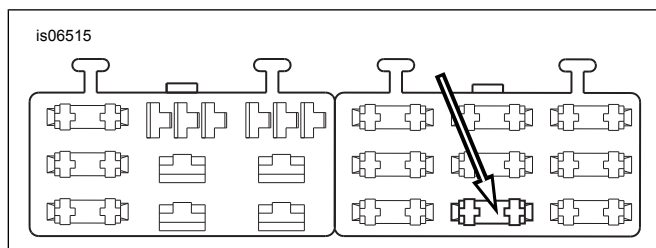

Figura 18. Cavità "OPEN" (inutilizzata) del pannello fusibili (modelli Dyna 2004 e anni successivi)
4. Vedere Figura 18. Individuare la cavità del fusibile (1) indicata con "OPEN" (aperta) sul coperchio del pannello fusibili destro. Inserire il terminale nel filo arancione/bianco dell'adattatore finché non si arresti. Esaminare l'attiguo terminale installato in fabbrica e controllare orientamento e profondità di inserimento.